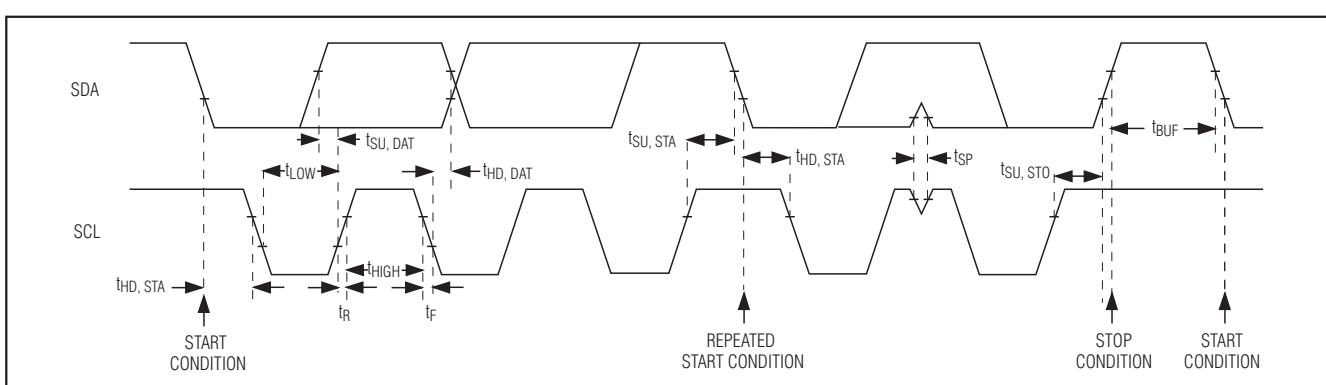

图10. 2线接口时序图
MAX9851/MAX9853具有I²C/SMBusTM兼容的2线串行接口，接口由串行数据线(SDA)和串行时钟线(SCL)组成。通过SDA和SCL可以简化MAX9851/MAX9853与主机的通信，时钟速率可以高达400kHz。图10所示为2线接口时序图。主机产生SCL并启动总线上的数据传输。主机向MAX9851/MAX9853写入数据时，首先发送正确的从机地址，接下来发送寄存器地址，然后是数据字。每个传送序列由START (S)或REPEATED START (Sr)条件以及STOP (P)条件构建成帧。传送到MAX9851/MAX9853的每个字长为8位，并跟随一个应答时钟脉冲。主机从MAX9851/MAX9853读取数据时，发送正确的从机地址，并跟随一串共9个SCL脉冲。MAX9851/MAX9853与主机产生的SCL脉冲同步地在SDA线上发送数据。主机应答收到的每一个数据字节。每个读时序由START或REPEATED START条件、非应答和STOP条件构成。SDA同时为输入和开漏极输出。SDA总线需要一个典型值大于500Ω的上拉电阻。SCL只能做为输入。如果总线上有多个主机，或单主机系统的主机有一个开漏的SCL输出时，SCL通常需要一个大于500Ω的上拉电阻。SDA和SCL线上的串联电阻是可选的。串联电阻用来保护MAX9851/MAX9853数据输入不受总线上高压尖峰的影响，最小化串扰以及总线信号的负尖峰。